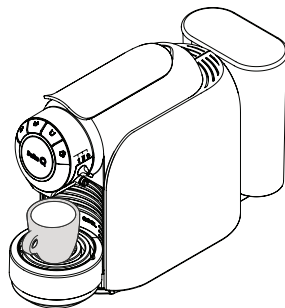

Fig. 8: Colocar la taza de café espresso.
- Coloque una taza de café espresso sobre la bandeja para soporte de tazas y debajo de la boquilla de extracción (ver **Fig. 8**).